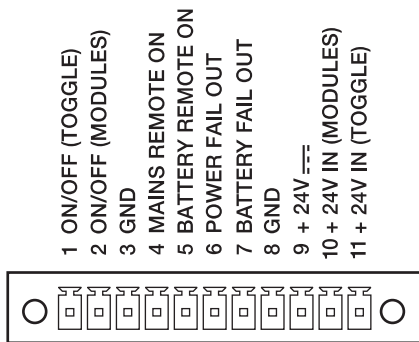

Bild 1: Belegung der Remote Control Buchse
- 10.) Stecker - Remote Control - Belegung s.Bild 1